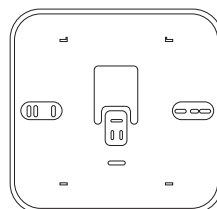
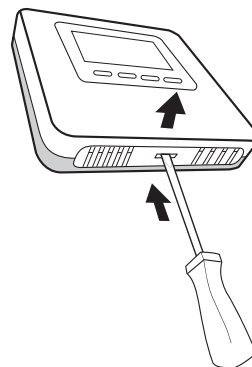

Fig. 10
Fig. 19
- Montați, dacă este necesar, placa de suport pe cutia electrică, din interiorul setului (Fig. 10).
Separați baza de fixare exercitând o ușoară presiune pe limba din partea de jos (Fig. 19). Introduceți cele 2 baterii în compartimentul special conform sensului indicat pe aparat. Odată finalizată operațiunea, repositionați Senzorul de mediu introducând mai întâi partea de sus, apoi rotind către partea de jos și apăsând delicat. Senzorul de mediu execută o monitorizare continuă a nivelului de încărcare a bateriei, a cărei durată este de circa 2 ani. Atunci când bateria este aproape descărcată, ecranul afișează simbolul “” (Fig. 10).